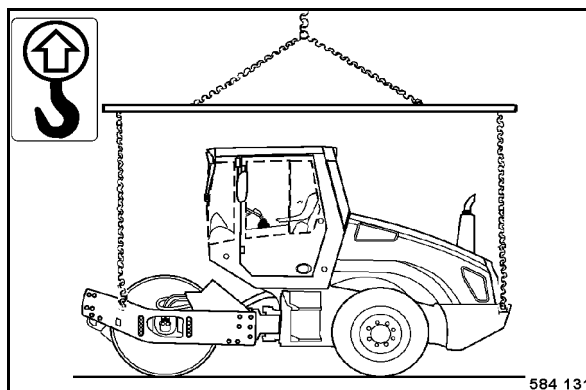

Fig. 118
- Utiliser les quatre anneaux de levage (Fig. 118) ainsi qu'un dispositif approprié pour le levage de la machine.